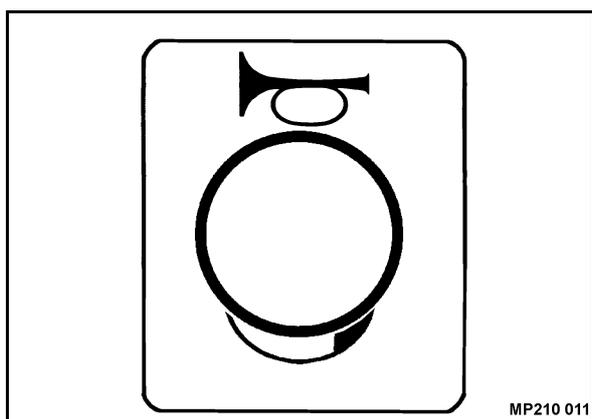

Fig. 66
- Azionare brevemente l'avvisatore acustico (Fig. 66).